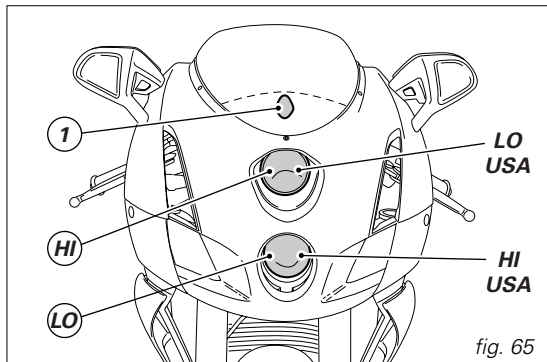

fig. 65
La figure 65 représente l'emplacement du feu de croisement (LO), de route (HI) et de position (1).